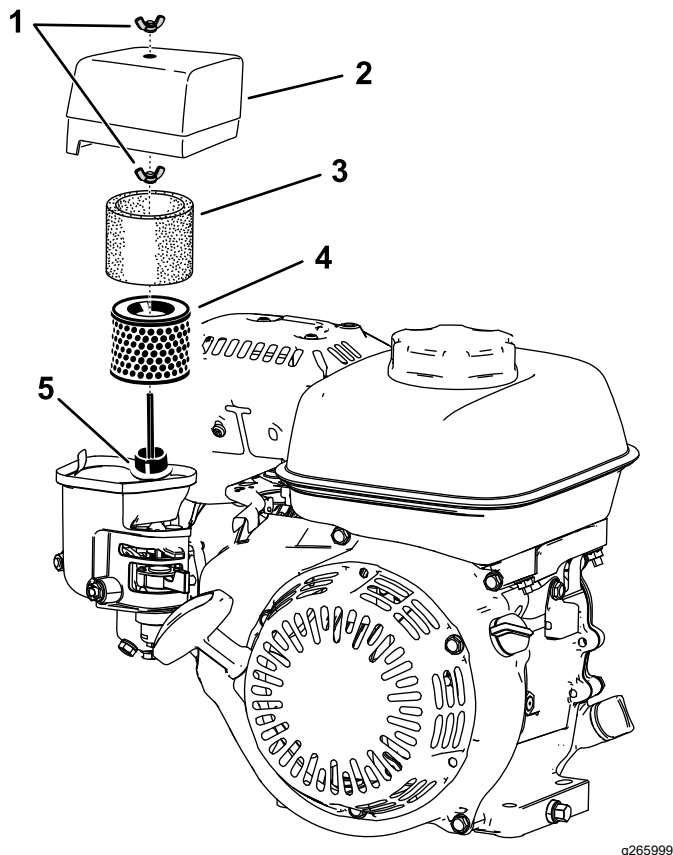

図 27
2. エアクリーナカバーを固定している蝶ナットを外す図 27。